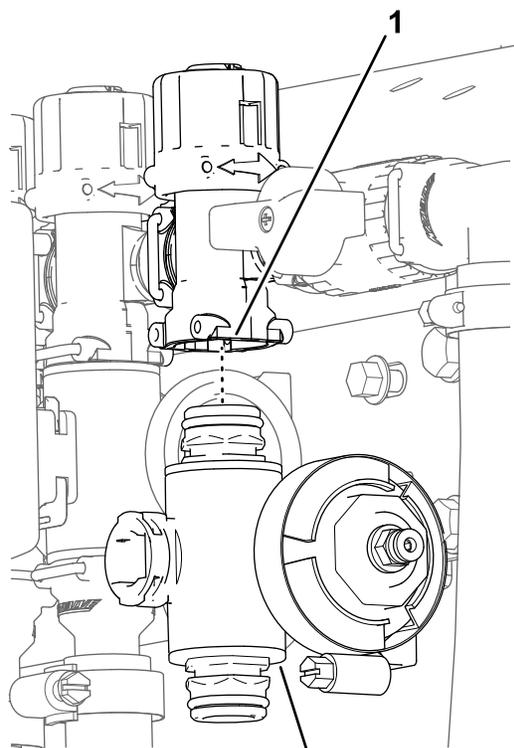

Рисунок 70
- Клапаны секций левой или правой стрел: снимите болты с фланцевыми головками и фланцевые контргайки, которые крепят клапан(ы) секции(й) к креплениям клапанов, и снимите коллектор(ы) клапанов с машины. Клапан средней секции: снимите коллектор клапана секции с машины (Рисунок 70).